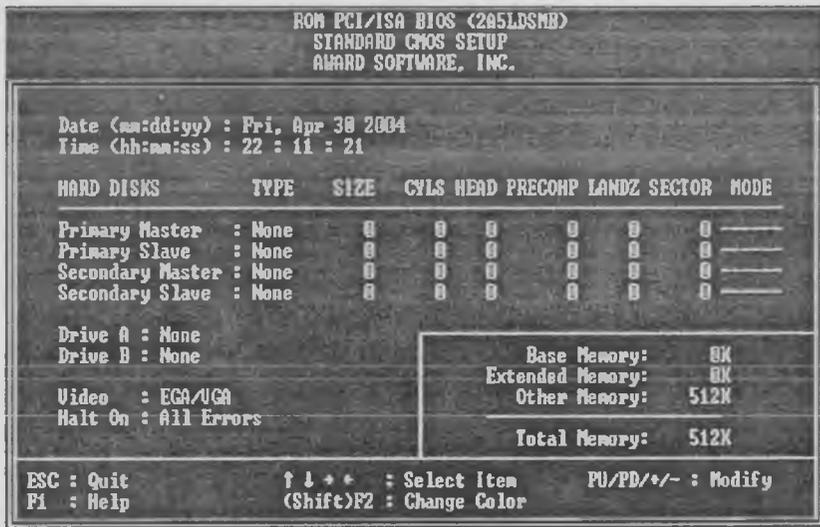

Рис. 5.1. Основные параметры подключаемых накопителей отображены в разделе **Standard CMOS Setup**
- опции, определяющие возможность подключения и работы устройств без сбоев, для чего в BIOS любой материнской платы выделен целый раздел под названием **Standard CMOS Setup** (рис. 5.1);